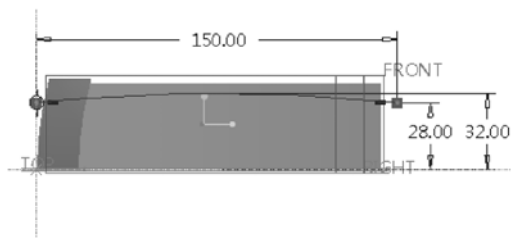

图 7-154 绘制扫描截面
- 4 在“扫描”选项卡中单击“创建或编辑扫描截面”按钮, 接着单击“草绘视图”按钮以定向草绘平面使其与屏幕平行。绘制如图 7-154 所示的图形, 然后单击“确定”按钮.